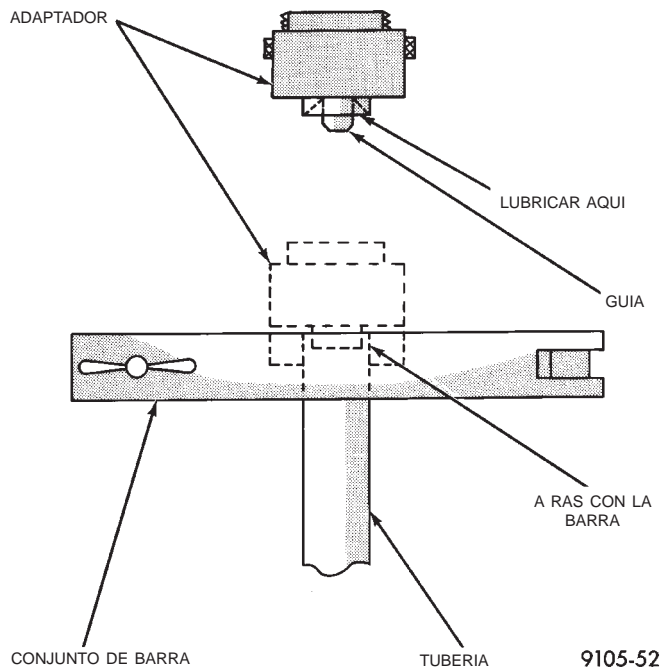

Fig. 15 Abocinamiento ISO
- (3) Instale una tuerca de tubo en el tubo.
- (4) Emplace el tubo en la herramienta de abocinamiento a ras con la parte superior de la barra de la herramienta (Fig. 15). A continuación, apriete la manivela de la herramienta en el tubo.
- (5) Instale el adaptador de medida correcta en el tornillo del estribo de la herramienta de abocinamiento.
- (6) Lubrique el adaptador.
- (7) Alinee el adaptador y el tornillo del estribo sobre el tubo (Fig. 15).
- (8) Gire el tornillo del estribo hacia adentro hasta que el adaptador quede asentado en escuadra en la barra de la herramienta.